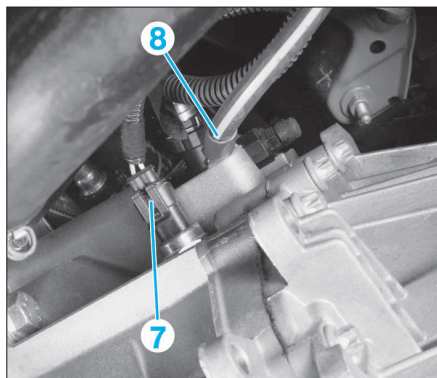

FIG. 12
- Dévisser les vis du cylindre récepteur d'embrayage (6) et le mettre sur le côté.
- Débrancher le connecteur (7) du contacteur de feux de recul (Fig.12).
- Débrancher la masse (8) du carter de boîte de vitesses.